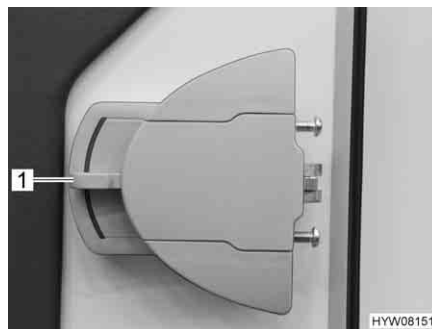

Fig. 37 Serratura della porta, lato interno
- Premere la maniglia della porta (Fig. 37,1) verso il basso.
- Ruotare la maniglia della porta (Fig. 37,1) per circa 45° verso l'alto e lasciarla in questa posizione.